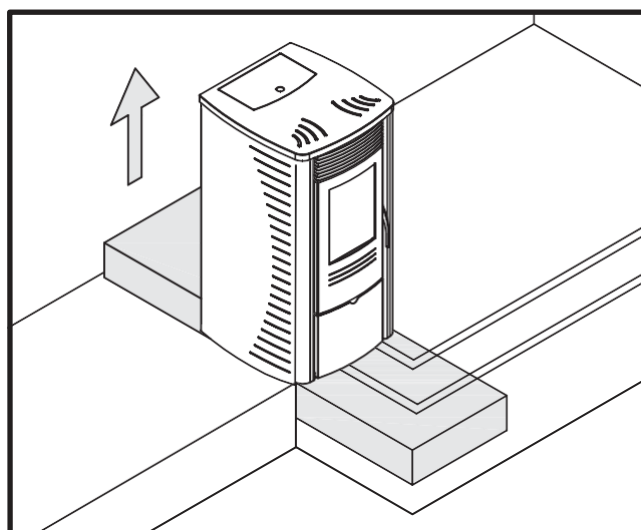

FIG. 5
- Avoir une canalisation à travers des tuyaux dirigés vers le local d'installation (fig.5)